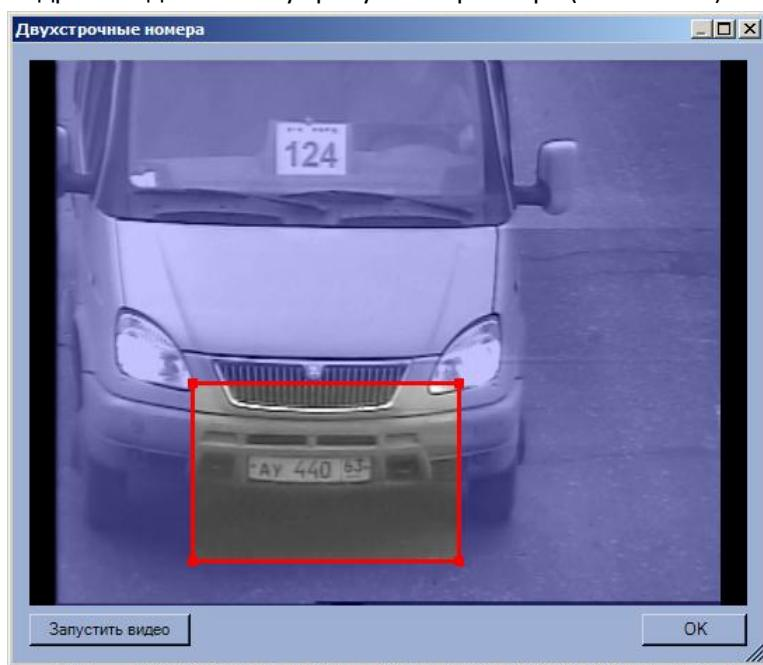

Рис. 7.2—4 Задание параметров двухстрочных номеров
- 10.1. Для включения возможности распознавания двухстрочных номерных знаков установить флајжок «Разрешить» (см. Рис. 7.2—3, 10).
- 10.2. Задать максимальные ширину и высоту зоны, в пределах которой производится поиск номерного знака (задается в процентах от общего кадра) (см. Рис. 7.2—3, 11). Для задания данных параметров необходимо нажать на кнопку «Х», в открывшемся окне «Двухстрочные номера» нажать на кнопку «Остановить видео» при появлении подходящего кадра и выделить зону требуемого размера (Рис. 7.2—4).
11. Задать минимальные ширину и высоту зоны, в пределах которой производится поиск номерного знака (задается в процентах от общего кадра) по аналогии с параметрами «Максимальная ширина» и «Максимальная высота» - см. шаг 8 (см. Рис. 7.2—3, 12).
12. В нередактируемых полях «Минимальный типоразмер» и «Максимальный типоразмер» отображаются соответственно минимальный и максимальный типоразмеры номерных знаков, распознанных модулем Авто-Ураган 3.5.0.29 (Рис. 7.2—3, 13).